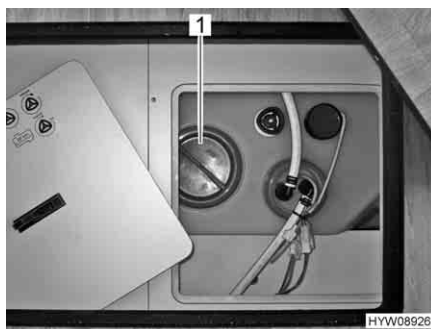

Fig. 178 Apertura per la pulizia del serbatoio dell'acqua
- Staccare il coperchio (Fig. 178,1) del serbatoio dell'acqua.